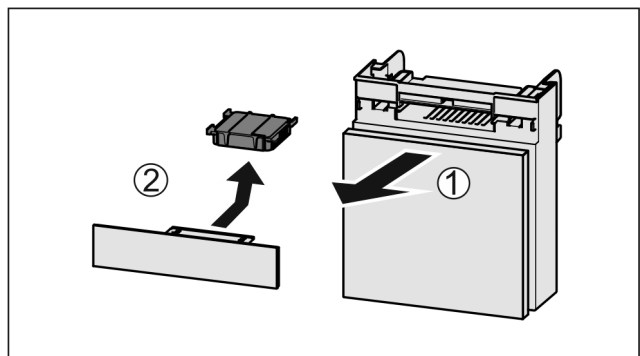

Fig. 41
- ▶ Retire el compartimiento hacia delante Fig. 41 (1).
- ▶ Retire el filtro de carbón activo Fig. 41 (2).